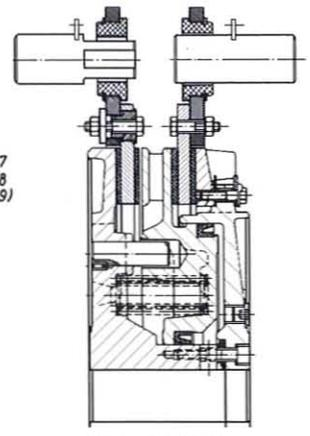

Abb. 5 LKBZ
4.1.3 Einbau der bremsseitigen Reibscheibe (6) bei den Bauarten LKBZ, LKBZU, LKBBZ und LKBBZU (Abb. 5, 6, 8 u. 9)
4.1.4 Einbau der kupplungsseitigen Reibscheibe (5) bei den Bauarten LKBZ, LKBZU und LKBKZ (Abb. 5, 6 u. 7)